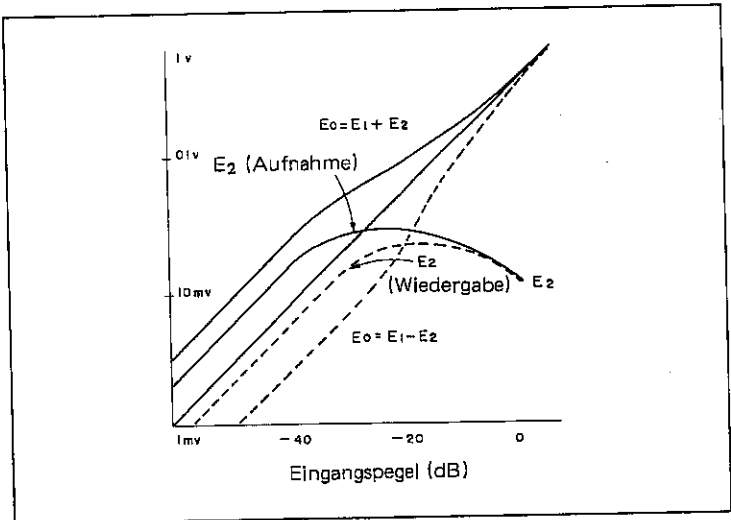

Abbildung 12-4
Mit Hilfe des Schaltkreises (C) wird die Ausgangsspannung des Dämpfungsglieds erhöht und dem Dolby-Summierer zugeleitet. Mit dem Schaltkreis (D, G) wird die Gleichspannung erzeugt und die Ansprech- und Erholungszeit des Begrenzers geregelt. Das Wechselspannungssignal wird der Gleichspannung überlagert und als „NF-Signal“ dem Schaltkreis (F) zugeführt, um die Verzerrung zu vermindern. Die Abbildung 12-4 zeigt die Funktionsweise der Dolby-Nebenschaltung.